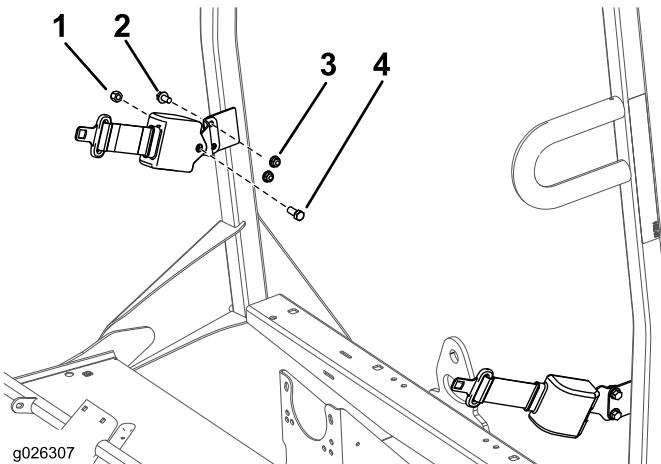

Рисунок 7
1. Установите крепежный кронштейн ремня безопасности на каждую пластину системы защиты оператора при опрокидывании машины с помощью 2 болтов (3/8 дюйма) и 2 гаек (3/8 дюйма) (см. Рисунок 7).
2. Установите вытягивающийся конец каждого ремня безопасности на крепёжный кронштейн каждого ремня безопасности с помощью болта (7/16 дюйма) и гайки (7/16 дюйма) (Рисунок 7).